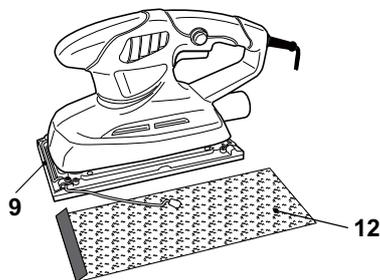

Fig. 5
- > Alignez une extrémité du papier à poncer (12) à une extrémité des barres de pincement (9) et tenez-le en position (Fig. 5).